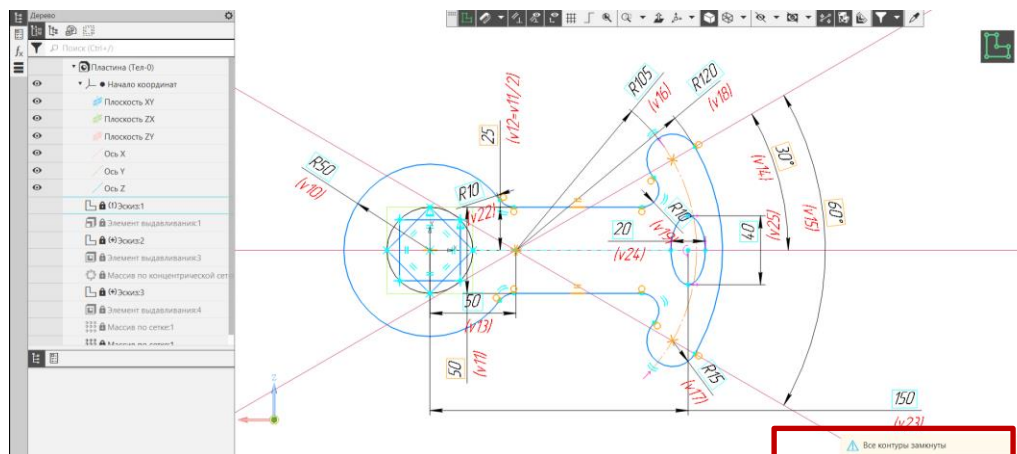

Рис. 14 Проверка замкнутости объектов
Если эскиз параметрический, то он может находиться в одном из трех состояний: **полностью определенный**, **не полностью определенный** или **переопределенный**. Эти состояния показываются в Дереве построения значками перед названиями эскизов (рис. 14):
- **Инструменты эскиза – Инструменты – Проверка замкнутости объектов со стилем «Основная».** При обнаружении незамкнутости вокруг точек разрыва система создает маячки в форме красной окружности. Если контур, полностью определен, система выдает сообщение «Все контуры замкнуты» (см. рис. 14).